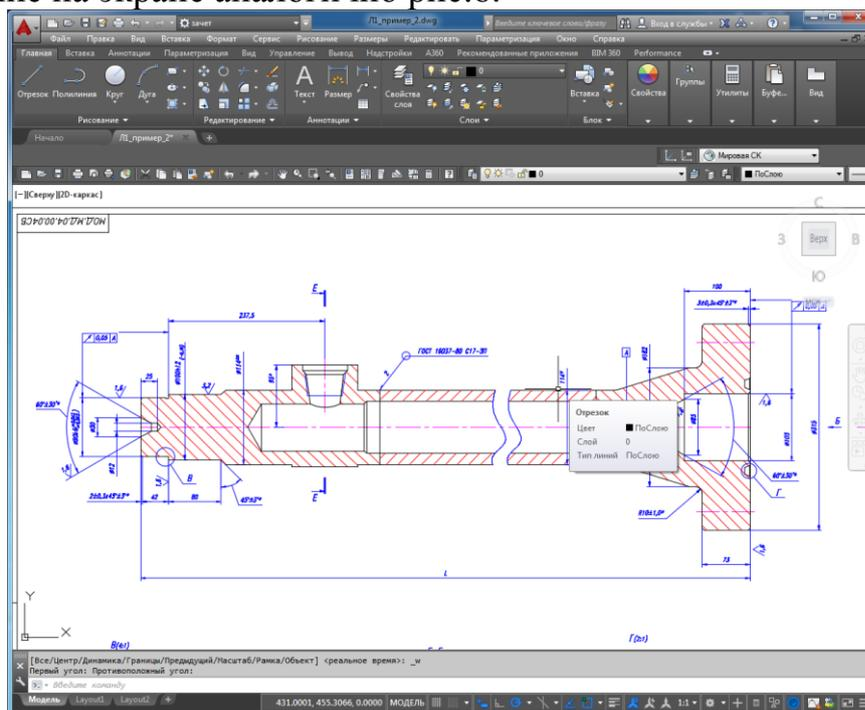

Рис.6.
13.С помощью команд ПАНОРАМИРОВАНИЕ и ЗУМИРОВАНИЕ настройте изображение на экране аналогично рис.6.